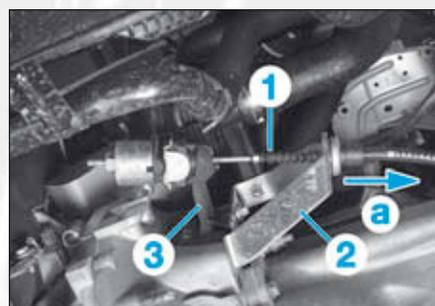

FIG.6
- Tirer sur le câble d'embrayage (1), suivant la flèche (a) (Fig.6).
- Dégager le câble d'embrayage (1) du support arrêt de gaine (2).
- Désaccoupler le câble d'embrayage (1) du levier de commande d'embrayage (3).